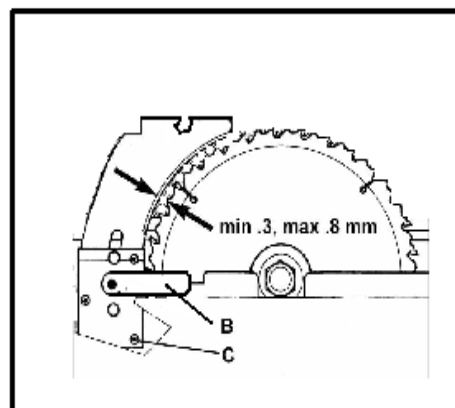

图 31
2) 移动跟刀板支座，并上、下调整护罩固定架的高度，使锯片前端的契刃与刀具齿面的距离在3-8MM范围，最后将压紧把手锁紧，如图31